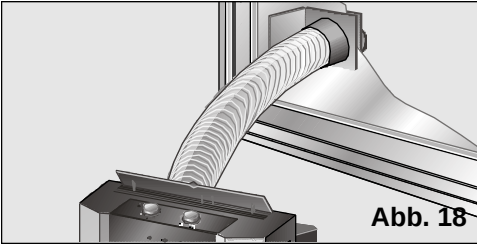

Abb. 18
- ☐ Im Fall der Fensterinstallation kommt nur das durchsichtige Endstück des Zubehörsets zur Anwendung. Zur Montage muss in das Fensterglas eine runde Öffnung mit 14 cm Durchmesser geschnitten werden, **Abb. 18**.